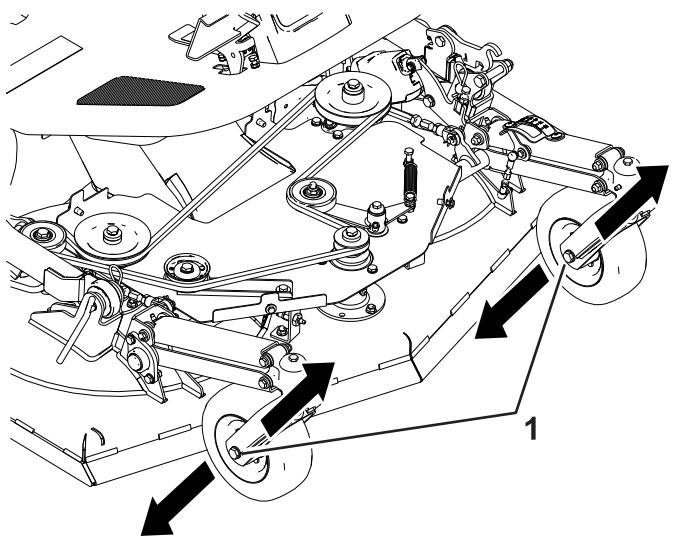

Figura 103
- A. Desaperte o parafuso da roda giratória de um lado (Figura 103).
- Ajuste o parafuso da roda giratória na ranhura e aperte o parafuso (Figura 103).